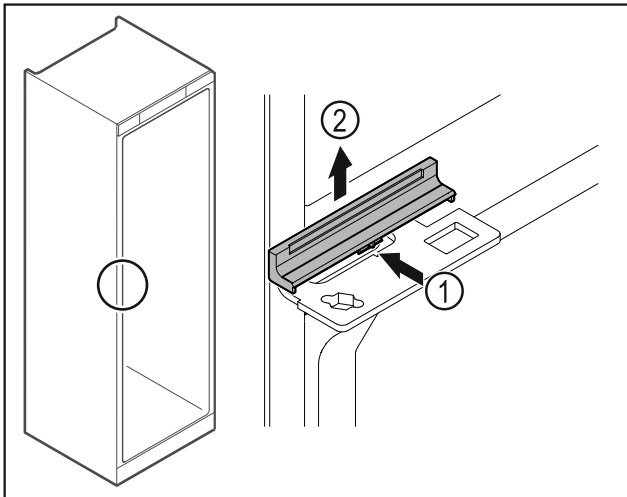

Fig. 47
- ▶ Πιέστε το κάλυμμα Fig. 47 (1) ελαφρά στο κέντρο και αφαιρέστε το προς τα επάνω Fig. 47 (2).